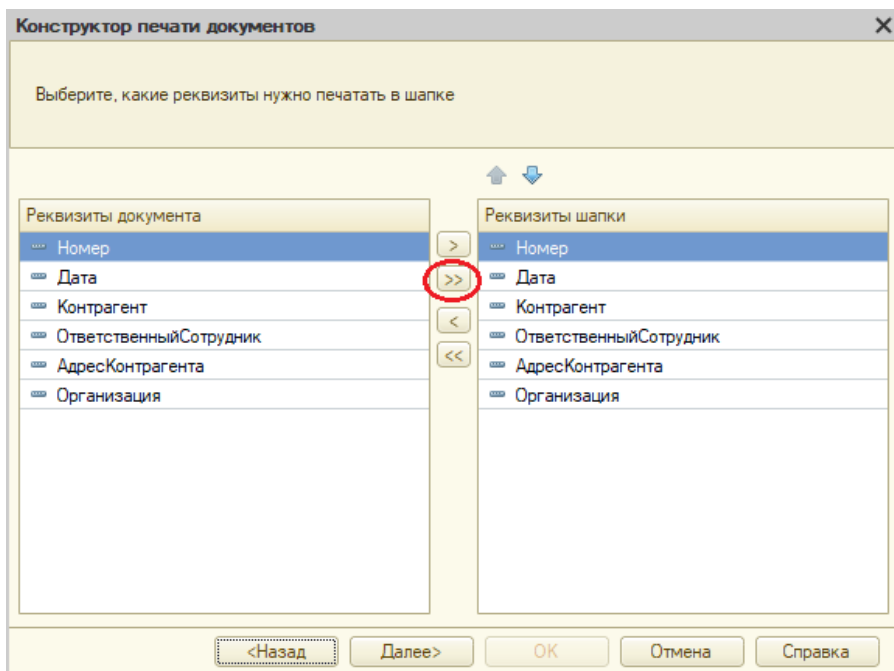

Рисунок 16.8 – Конструктор печати. Шаг 2
11. На втором шаге нажатием кнопки определим, что все реквизиты нашего документа будут отображены в шапке печатной формы (рисунок 16.8). Однако реквизиты можно добавлять и по одному, кнопка .